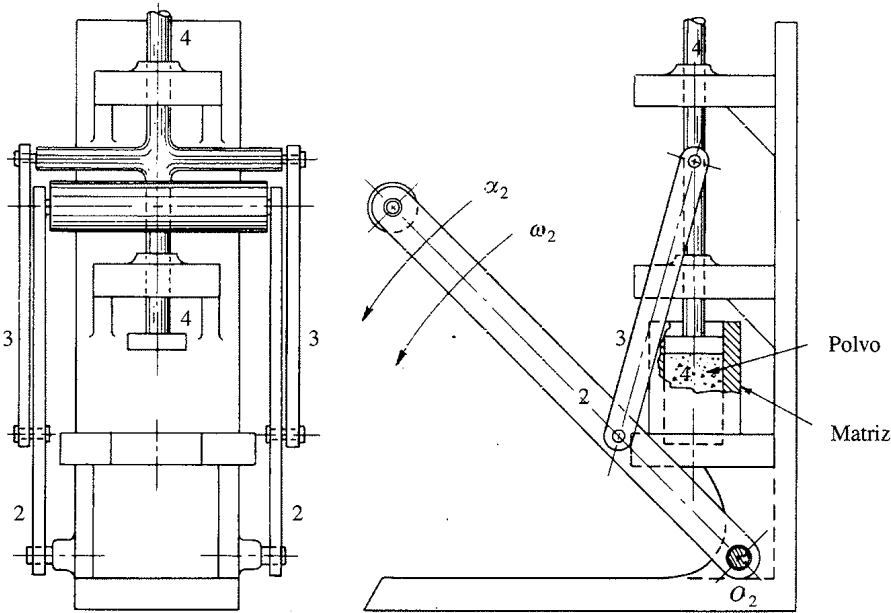

FIGURA P2-16 Problema 2-35 Prensa compactadora de polvos Adaptado de P.H. Hill y W.P. Rule (1960). *Mechanisms: Analysis and Design, con autorización.*
- *2.35 La figura P2-16 (p. 65) muestra una prensa manual utilizada para compactar materiales en polvo. Trace su diagrama cinemático, determine su movilidad y su tipo (es decir, ¿es un mecanismo de cuatro barras, un mecanismo Watt de seis barras, un mecanismo de seis barras de Stephenson, un mecanismo de ocho barras, o qué es?) Use la transformación inversa de eslabonamiento para determinar su eslabonamiento de junta revoluta equivalente.